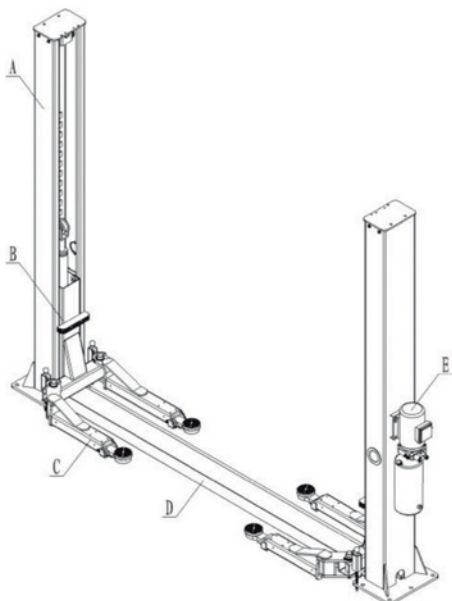

Fig. 2
2.3 Construção do elevador (Fig 2)